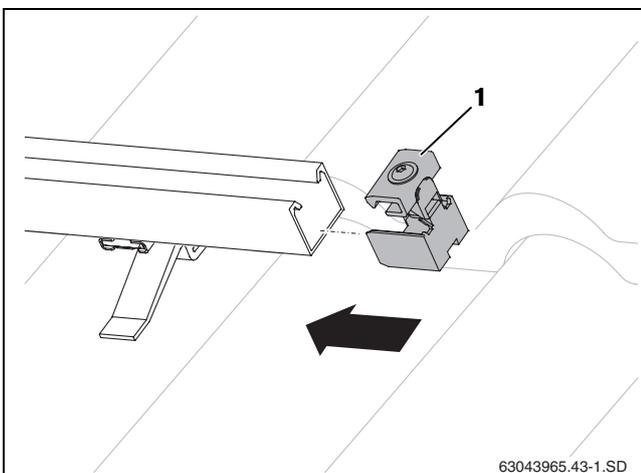

Fig. 37 Inserimento dei giunti di collegamento unilaterali per collettori
- Spingere i giunti di collegamento unilaterali (fig. 37, [1]) nelle guide profilate per tetto piano/tettoia all'estremità destra del campo collettori finché questo non si sarà agganciato nella prima asola della guida profilata.